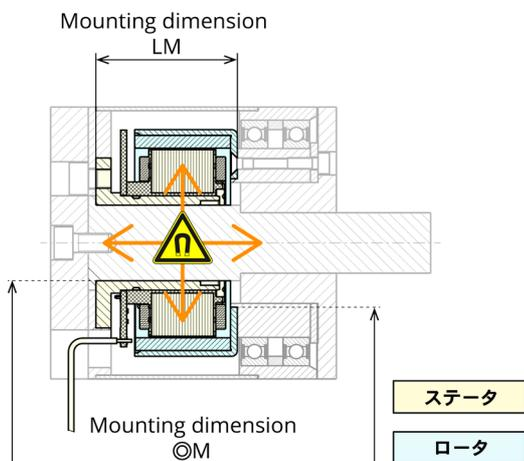

図 19 ステータおよびロータ位置の確認
- 41) ロータとステータが正しい位置に組み付いているか、およびモータ長さ (→ 図 19; Mounting dimension LM) を確認してください
43) モータ長さおよび同心度を確認してください (→ 図 19; Mounting dimension LM と  $\odot M$ )